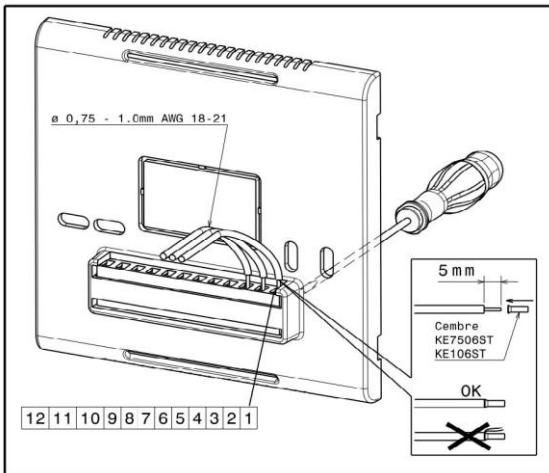

Fig 3 : Faites en sorte que les connexions électriques répondent soigneusement aux exigences indiquées dans le schéma.
-Nous recommandons l'utilisation d'embout pour le câblage (voir Figure 3 en page 5) pour une connexion plus sûre et plus efficace.